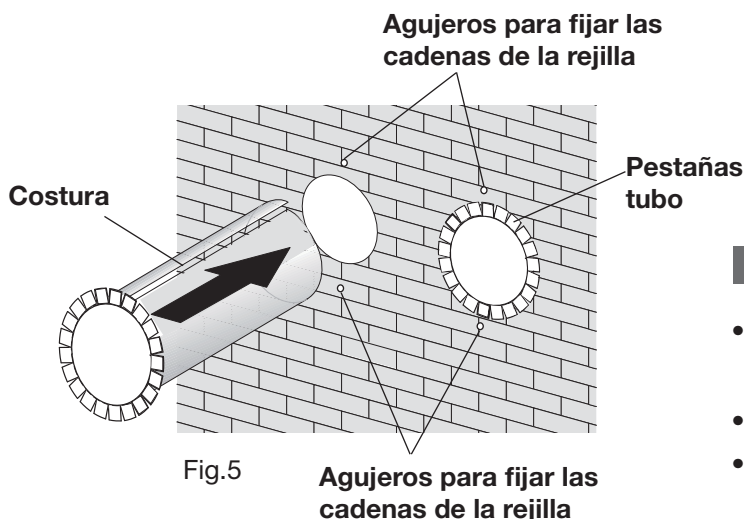
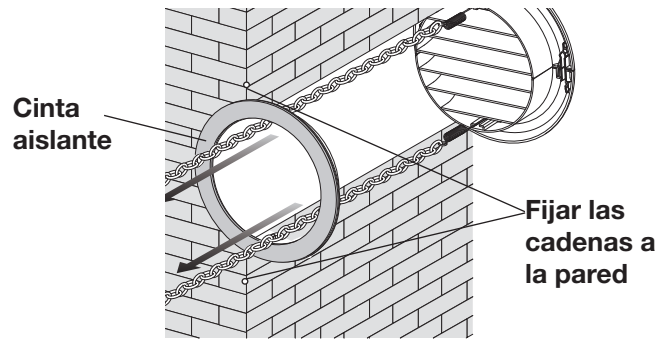

Fig.5
Fig. 7
- Introducir los tubos de plástico obtenidos en los dos agujeros, prestando atención a la costura (Fig. 5), que siempre debe estar miranda hacia arriba.
- Aplicar la cinta aislante adhesiva (Fig. 7) sobre las pestañas del tubo a la pared. (Fig. 5)
- Tire de la cadena, manteniendo el resorte y fije los anillos de la cadena en los agujeros de la pared (fig. 5 - 7); usar los tornillos con arandela fornecidos.